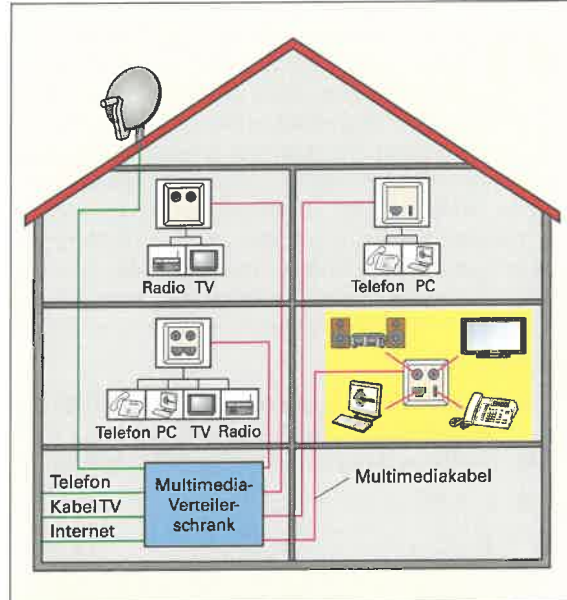

Bild 1: Anwendungsneutrale Kommunikationsverkabelung
**i** Die Anwendung von Multimedia in privaten Haushalten ist weit verbreitet. Darum werden Wohnhäuser zunehmend mit anwendungsneutraler Kommunikationsverkabelung (Bild 1), auch Multimedia-Verkabelung genannt, ausgestattet. Dadurch kann unabhängig von der Anwendung, z.B. Internetzugang oder Telefon, die Kommunikation über ein einziges Verkabelungssystem durchgeführt werden. Dabei wird z.B. eine Wohnung mit Anschlüssen für Antenne, Telefon und Computernetzwerk ausgestattet. Für die Verkabelung wird eine sternförmige Verteilung verwendet mit dem Multimedia-Verteilerschrank (Bild 3) als zentralem Punkt.